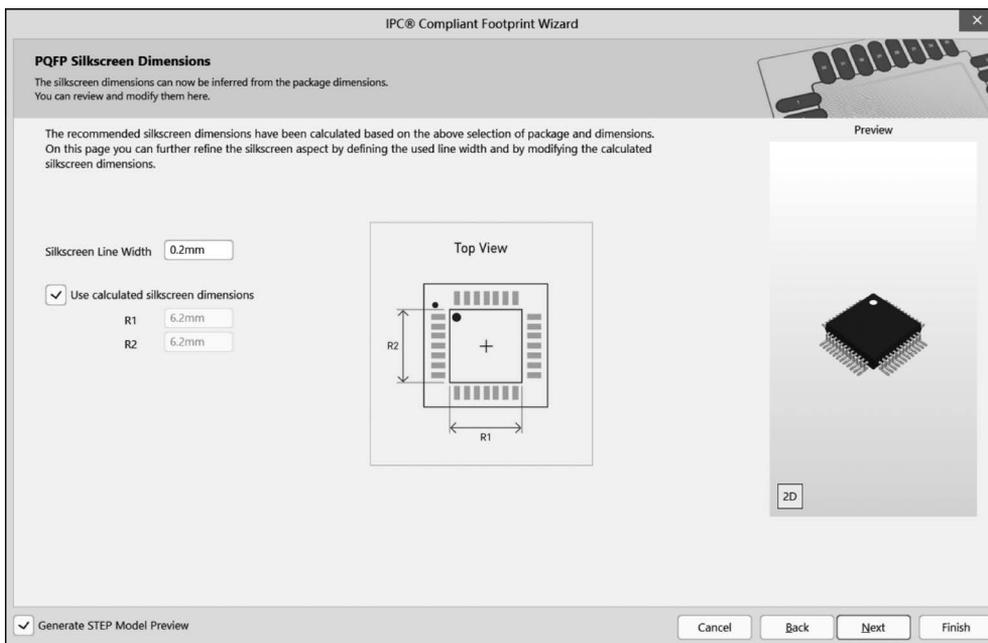

图 3-64 丝印层中轮廓尺寸参数设置
(11) 单击 Next 按钮进入 Silkscreen Dimensions (丝印层中轮廓尺寸) 参数设置界面,如图 3-64 所示。